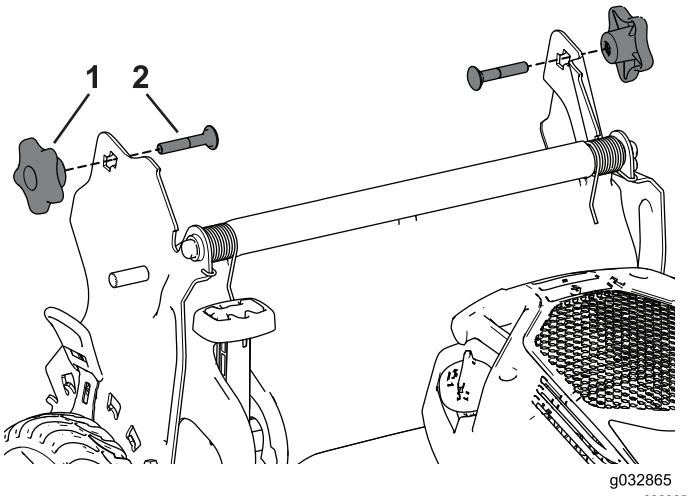

図 24
3. キャリッジボルトを頭部を内側にしてハンドルブラケットの四角い穴とハンドル端部にある上穴に差し込む。各キャリッジボルトの四角い部分が、各ハンドルブラケットの四角い穴上または下にはまっていることを確認する図 24。